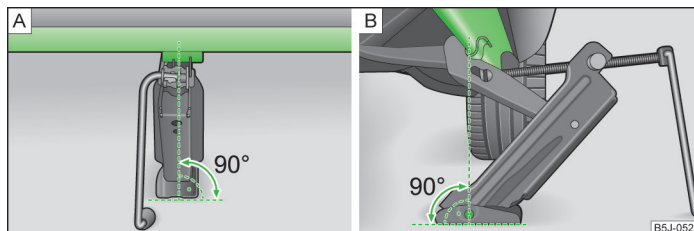

Fig. 184 Application du cric
- Appliquez le cric de façon à ce que la griffe entoure la nervure » fig. 184 – .
- Posez l'embase du cric sur toute sa surface sur un sol plan et assurez que le cric s'applique perpendiculairement à l'emplacement où la griffe entoure la nervure » fig. 184 - [A].